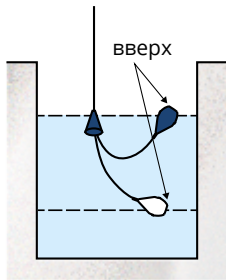

Рис. 5. Учтите: поплавков должен находиться в правильном положении.
- При испытании поплавкового датчика уровня без погружения в жидкую среду необходимо обратить внимание на правильное положение поплавка: метка UP на краю нижней части должна быть вверх. Например, при опускании на пол набор поплавковый датчик уровня принимает это положение за счет внутреннего килевого груза (рис. 5).